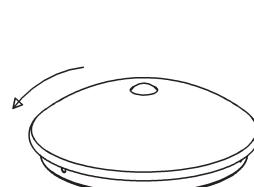

Figura 1
- Retire a cubierta de plástico girando no sentido contrário às agulhas do relógio. (Consulte a figura 1).